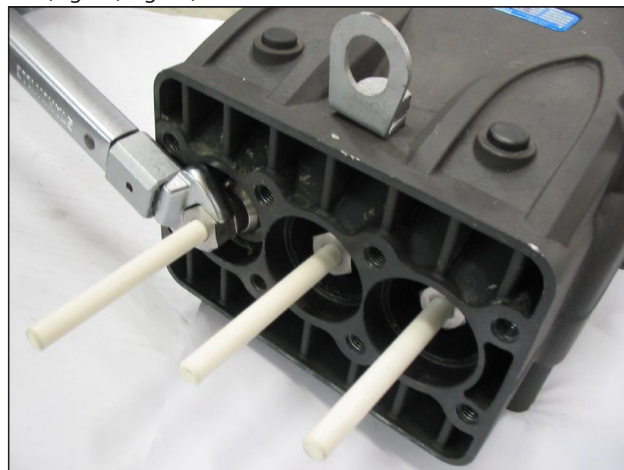
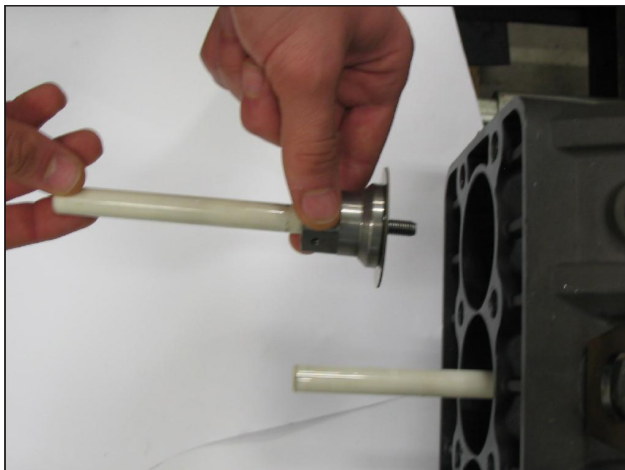

Fig. 28
Fig. 29
- Déposer les éléments de pompage à l'aide d'une clé à fourchette et vérifier s'ils sont usés, comme indiqué dans Fig. 28 et Fig. 29, les remplacer si nécessaire.